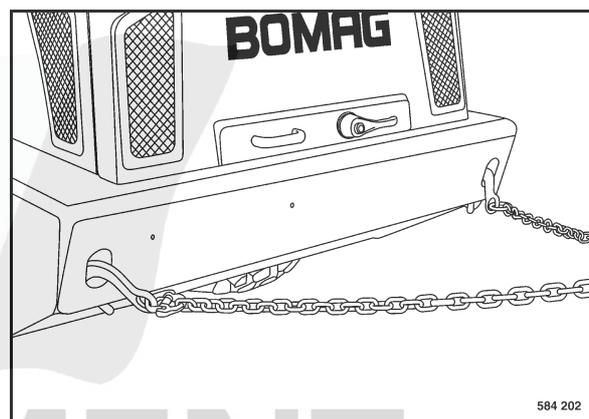

fig. 111
- Fixer des chaînes (fig. 111) ou des câbles de remorquage aux œillets d'accrochage.